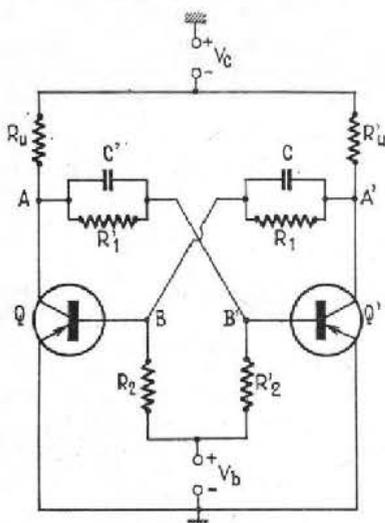

FIG. 21. — Multivibrateur symétrique bistable
Nous voyons donc que le montage de la figure 21 possède deux états stables :
G. 2 Description du montage. Il est réalisé à partir de deux montages, tels que celui de la figure 20 (voir précédent article, dans le numéro 1 082), disposés symétriquement, la tension V_1 de l'un étant égale à la tension collecteur $-V_{ec}$ de l'autre. Si l'on garde la même notation d'indice qu'à la figure 20, en affectant de l'exposant tout ce qui se rapporte à l'étage de droite, on obtient le montage de la figure 21. Cet exposant n'a pour but que de bien séparer ce qui se rapporte à chacun des étages; le montage étant symétrique, nous avons en effet :